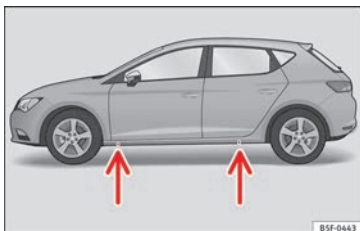

Fig. 186 Travesaño: marcas.
- Busque en el larguero el punto de apoyo (zona hundida) más cercano a la rueda a cambiar » » » fig. 186. Tras la marca se encuentra, en el larguero, el punto de apoyo para el gato*.